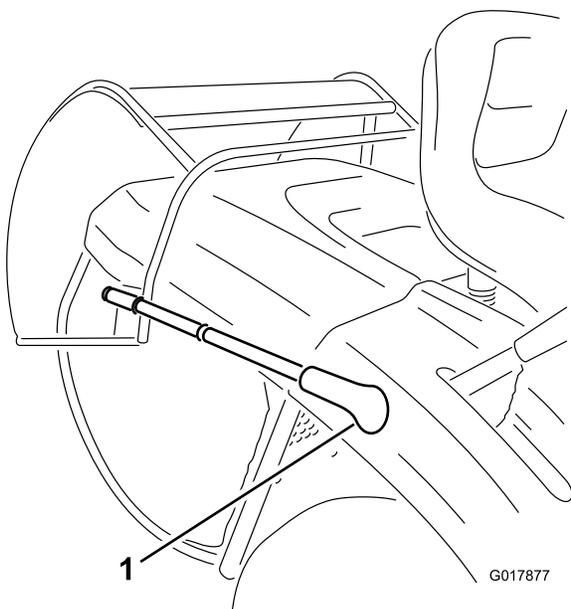
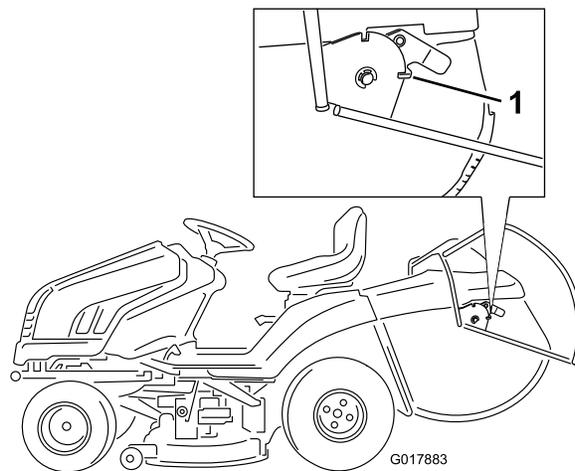

図 18
図 19
3. ダンプレバー図 18を前に倒し、集草装置が傾斜し、「OPEN」位置でロック用ラッチが掛かるのを待つ図 19。